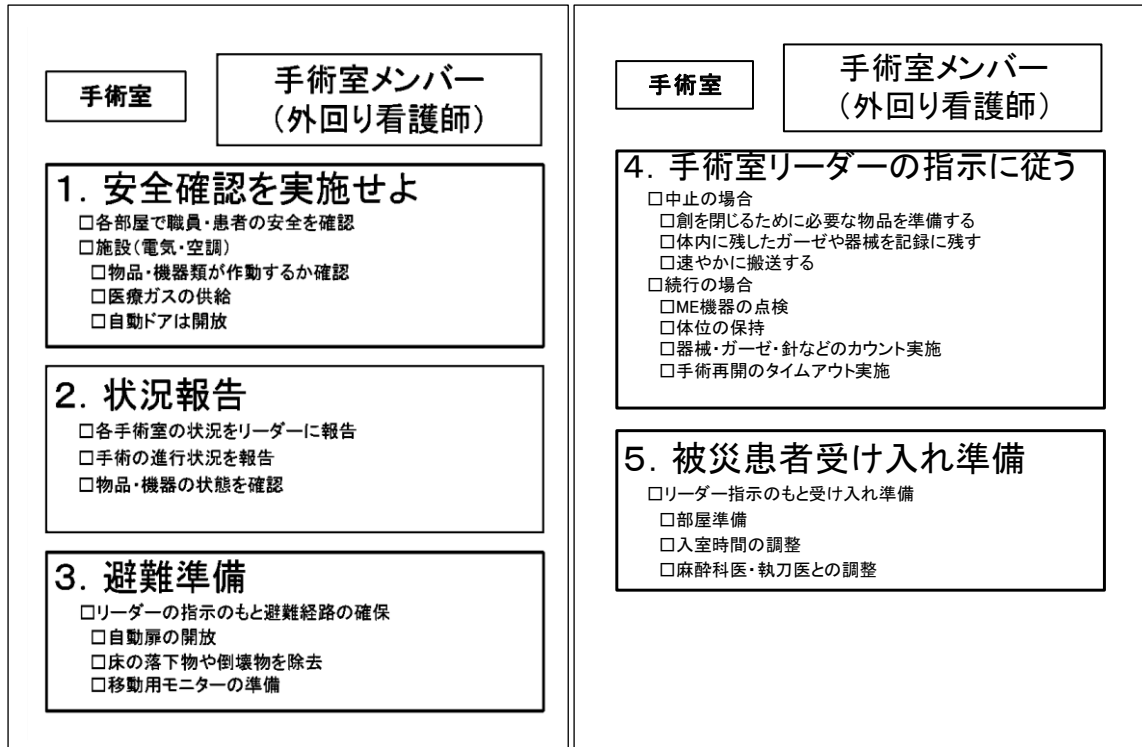

図2 アクションカード：統括用、リーダー用、外回り用、器械出し用（例）
- 12.3-3 マニュアルに沿ったアクションカード（統括、リーダー、外回り、器械出し用）を作成する（図2）。